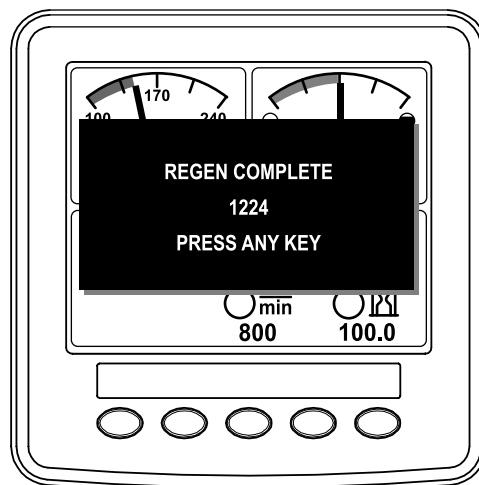

Figura 62
11. Quando o computador do motor conclui uma regeneração em estacionamento ou de recuperação, o InfoCenter apresenta o AVISO N.º 1224 (Figura 62). Pressione qualquer botão para sair para o ecrã inicial.